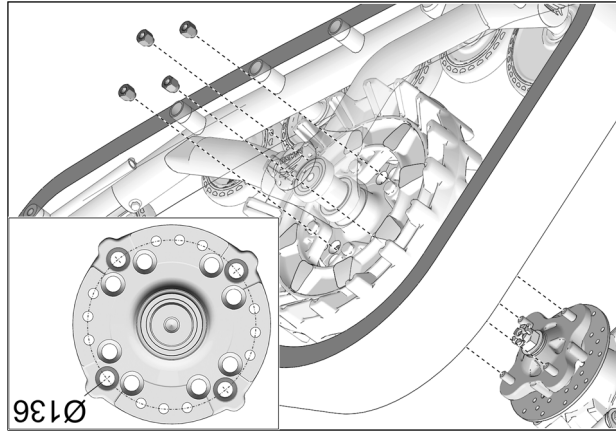

Fig. 9
8. Fixer le système de traction au moyen de roue arrière. Utiliser le cercle de perçage de  $\varnothing 136\text{mm}$  et les écrous de roue d'origine du véhicule. Fig. 9